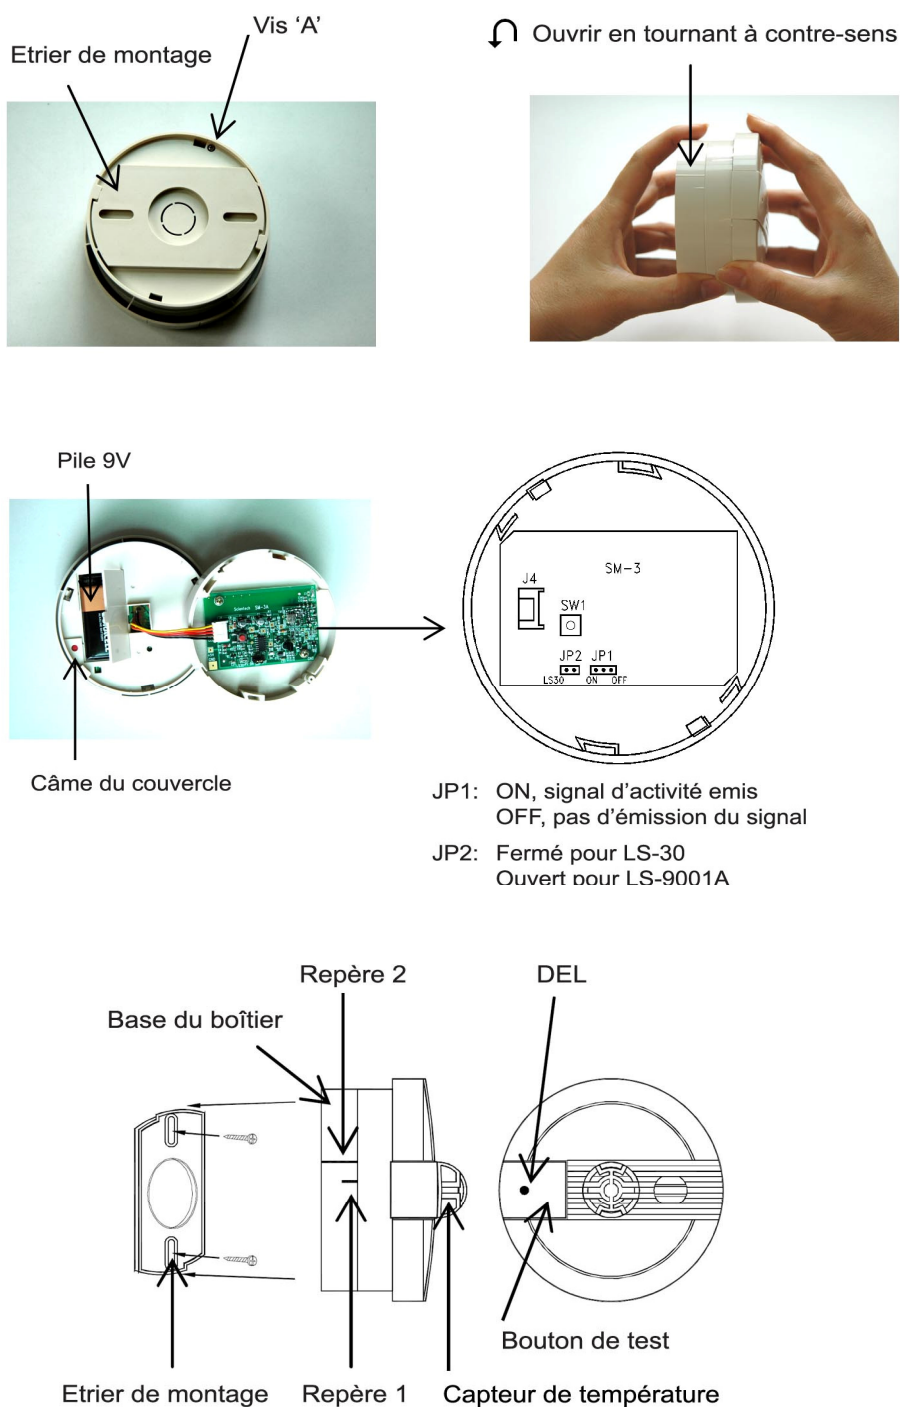

Fig. 5
5. Rassemblez la base au boîtier. Les repères 1 & 2 doivent être comme sur la Fig.5, serrez la vis A.